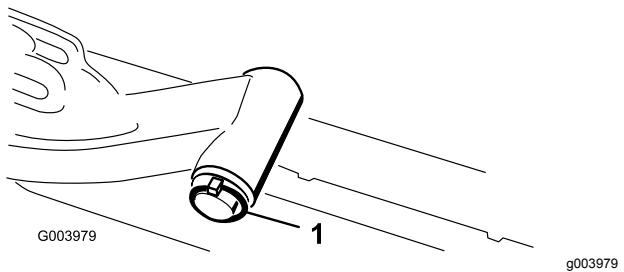

Figura 12
- Togliete la coppiglia ad anello e la rondella che fissano l'albero di articolazione al braccio di sollevamento ed estraete l'albero dal braccio di sollevamento (Figura 12).
- Inserite l'albero del braccio di sollevamento nel braccio di sollevamento e fissatelo con la rondella e la coppiglia ad anello (Figura 12).